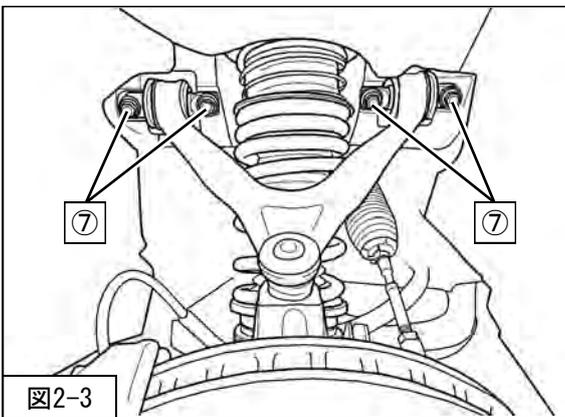

図2-3
4. ⑦アッパーアーム取付ボルト（締付トルク：62.5N・m）を取付けてください。（図2-3）
5. ⑥フロントサスペンションASSYロア取付ボルト・ナット（締付トルク：160N・m）
⑤コネクター